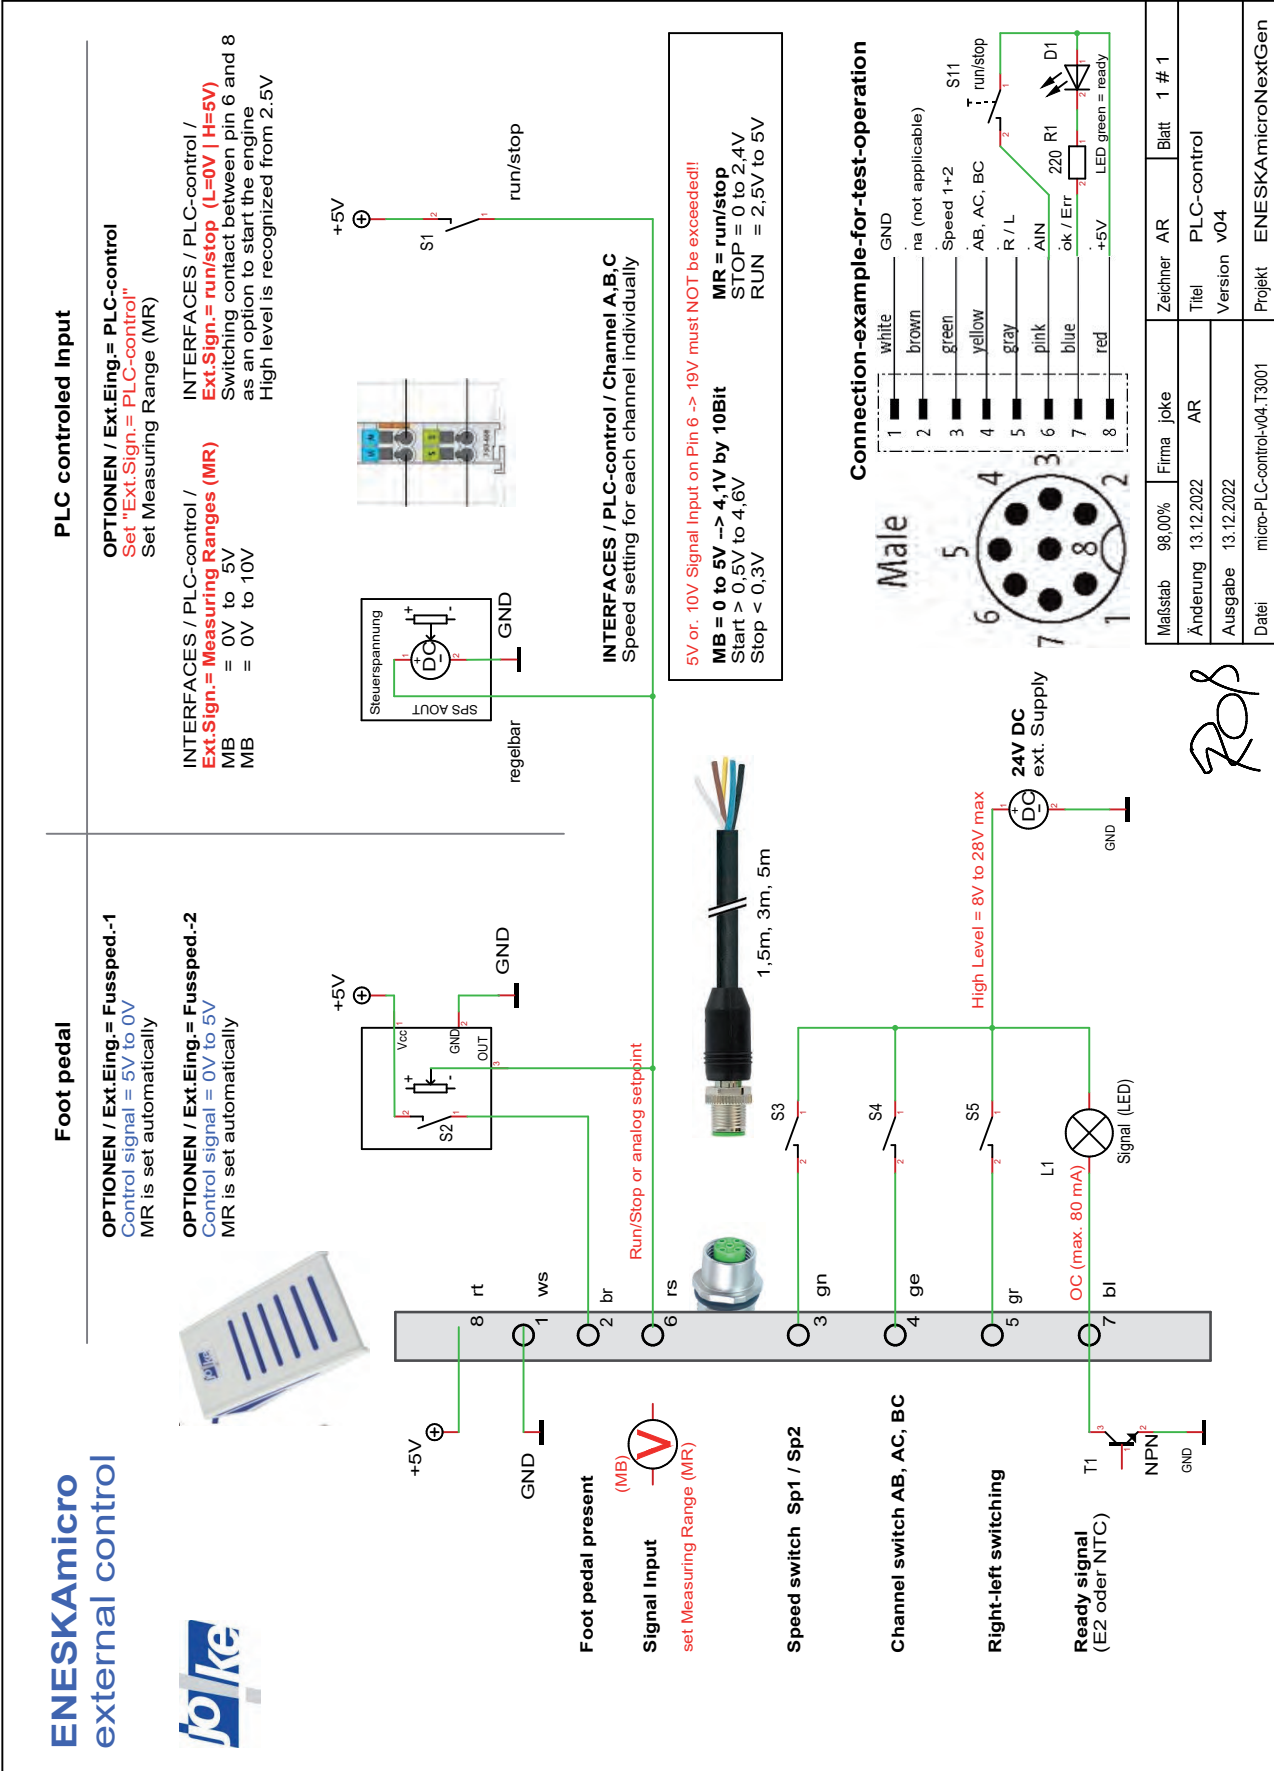

Abb. 27
► Beachten Sie zur korrekten Beschaltung der Eingänge das folgende Schaltbild (Abb. 27).